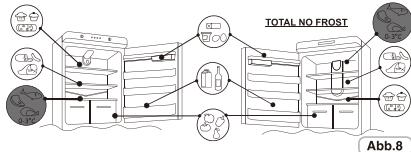

Abb.8
- Um das Aroma, den Nährwert und die Frische der Lebensmittel einwandfrei zu erhalten, empfehlen wir, diese im Kühlschrank zu positionieren wie in Abb. 8 unten dargestellt. Wickeln Sie die Speisen in Aluminium- oder Plastikfolien oder legen Sie sie in zweckmäßige Behälter mit Deckel, um den Kontakt miteinander zu vermeiden.